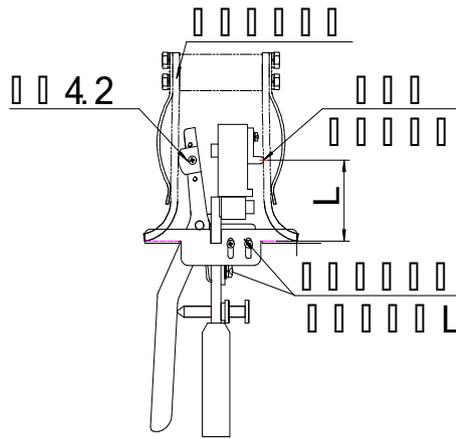
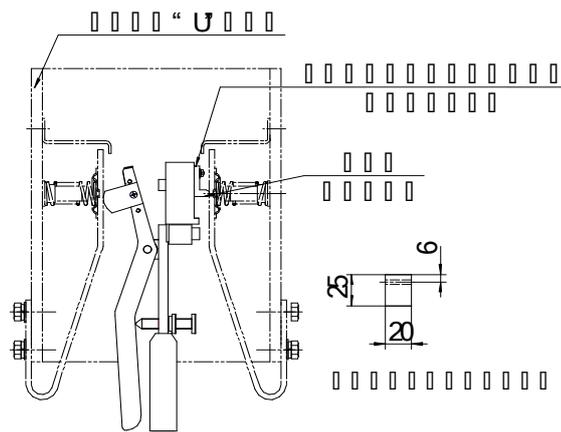

图8
图9 转入式“U”形触头隔离开关压力测量示意图（如GW7B-252）
4.1.4图4是用于GW4、GW5、GW7等转入式隔离开关模拟触头的调整，装上附件4.1（4.1用于触头宽度58-70mm的刀闸，4.2用于触头宽度70-83mm的刀闸），将卡尺锁定在a上，卡住模拟触头，再缓慢调节螺栓S，调好后锁紧螺母N。测量示意图见图8、图9。
4.2.5图8是触头转入式隔离开关（GW4-40.5/126、GW5-40.5/126等型号）触指压力测量示意图，为了测量准确和方便，可装配定位件6，它能上下和前后定位。将测试头对准接触线后，调整固定定位件的螺栓，使触指尖到接触线的距离等于L。
4.2.6图9是触头转入式隔离开关（GW4-252、GW7-252等型号）触指压力测量示意图，由于测量点触指端部较远，不能装配定位件。
一、转入式隔离开关触指接触压力的测量（如GW4、GW5型隔离开关），按图8、9要求更换测量附件